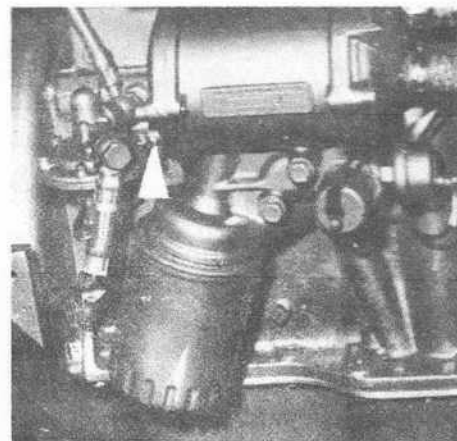

fig. 16
- Déposer le bouchon de vidange du refroidisseur d'huile moteur [fig. 16] sur RC 90 DS.